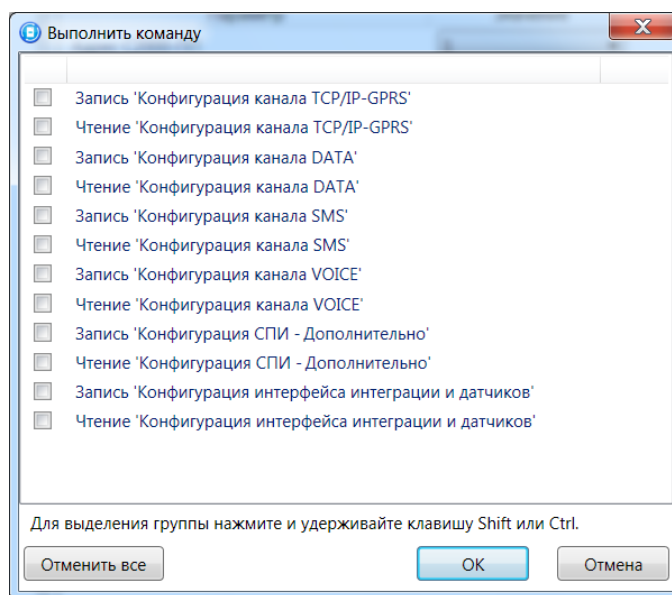

Рис. 10.2. Окно *Выполнить команду*
**Выполнить команду:** открытие окна *Выполнить команду* (рис. 10.2), с помощью которого можно записать или считать отдельные группы параметров (актуально при медленной скорости передачи данных или тарификации по объему передачи данных).